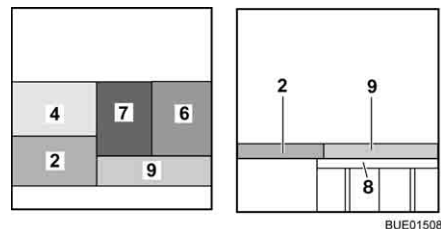

Bild 146 Nach dem Umbau
- Das Sitzpolster (Bild 146,7) in die Mitte legen.
- Das Rückenpolster (Bild 146,6) zwischen das Sitzpolster (Bild 146,7) und die Wand legen.
- Das Zusatzpolster (Bild 146,9) auf die Bettverbreiterung legen.
- Das Rückenpolster (Bild 146,6) zwischen das Sitzpolster und die Wand legen.